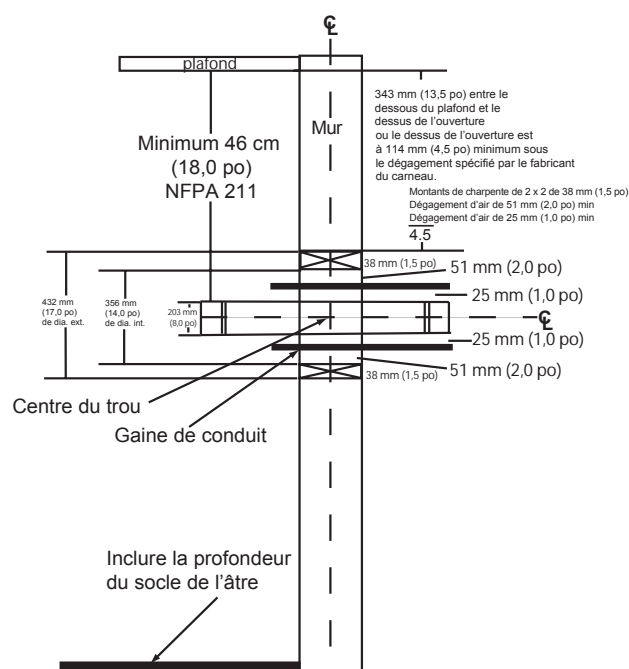

Figure 13.2
- L'ouverture en haut du mur doit être à au moins 343 mm (13 1/2 po) du plafond ou à 114 mm (4 1/2 po) au-dessus du dégagement minimum spécifié par le fabricant du carneau. Le dégagement vertical minimum selon NFPA 211 est de 457 mm (18 po) depuis le carneau et le plafond ou égal à la valeur minimale recommandée par le fabricant du carneau. **Figure 13.2**
1. Pratiquez une ouverture dans le mur intérieur à la hauteur prévue pour l'entrée du carneau dans la cheminée en maçonnerie. **Figure 13.2**
3. Construisez un cadre de 432 mm x 432 mm (17 x 17 po) (dimensions extérieures) pour l'ouverture du mur en utilisant du bois de charpente de 5 x 5 cm (2 x 2 po). L'intérieur de ce cadre doit avoir une ouverture de 356 x 356 mm (14 x 14 po) minimum. **Figure 13.2**